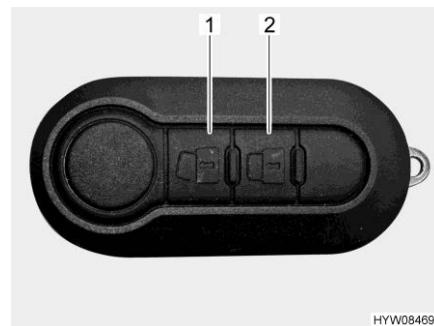

Fig. 42 Telecomando (chiusura centralizzata)
- Premere una volta brevemente il tasto  (Fig. 42,1). Le serrature sono sbloccate. Il bottone di sicurezza scatta automaticamente all'infuori.
- Bloccaggio:* ■ Premere una volta brevemente il tasto  (Fig. 42,2). Le serrature sono bloccate. Il blocco delle serrature viene segnalato tramite gli indicatori di direzione del veicolo.